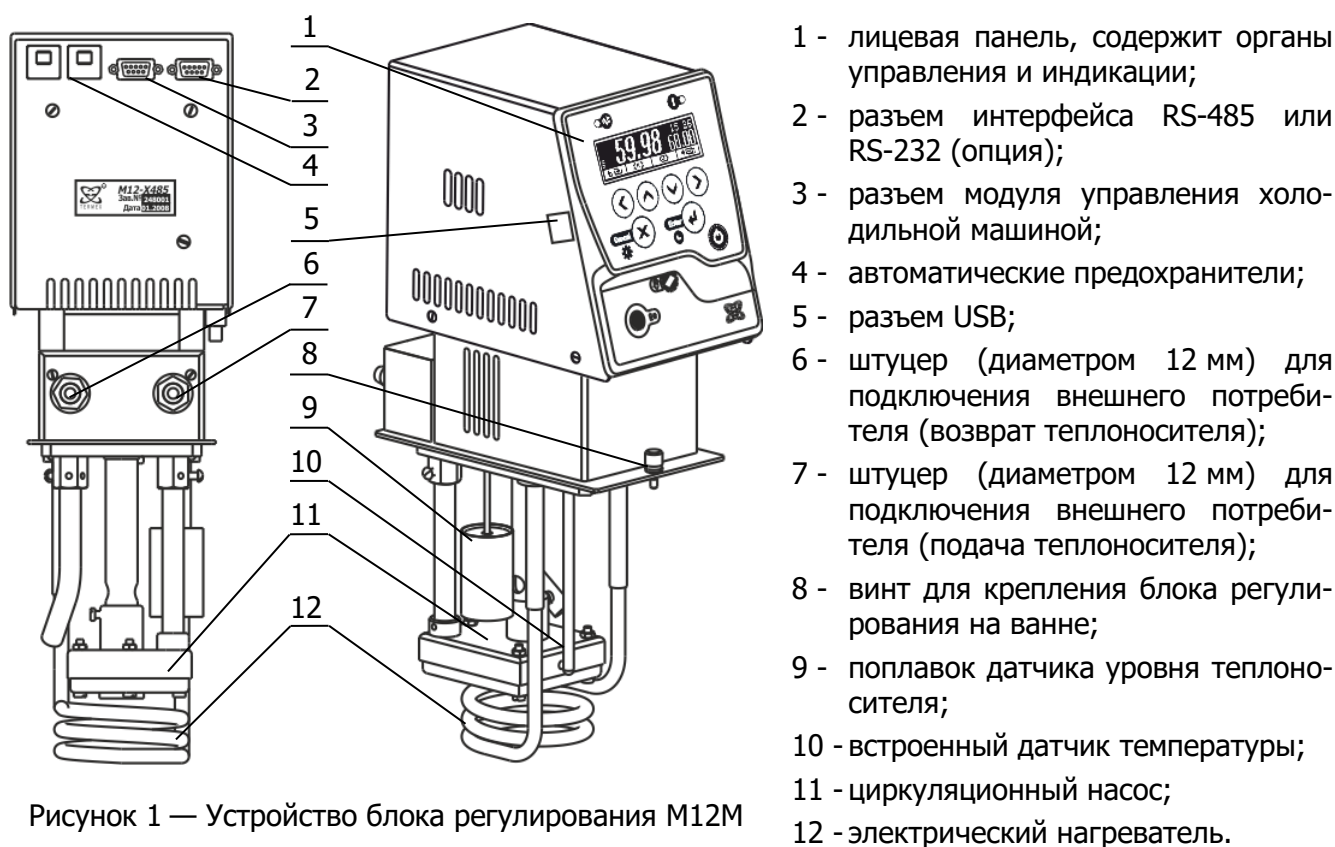

Рисунок 1 — Устройство блока регулирования M12M
1.4.2 Работа блоков регулирования заключается в поддержании заданной температуры теплоносителя, циркулирующего в ванне термостата, а также, во внешнем потребителе в случае его подключения. Циркуляция теплоносителя обеспечивается насосом 11 (рисунок 1). Подача теплоносителя внешнему потребителю производится через штуцер 7, а его возврат в ванну термостата — через штуцер 6.
2.2.2 Соединить шлангом-перемычкой из комплекта поставки входной 6 и выходной 7 штуцеры (рисунок 1) насоса блока регулирования. Закрепить шланг-перемычку на штуцерах, используя хомуты из комплекта поставки блока регулирования.